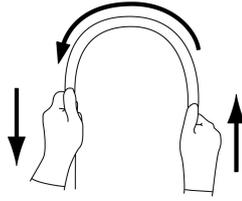

図 1
- 4.軟性部を両手で持ち、全長にわたって図1に示すように順次半円の頂点をずらすように曲げ、十分に滑らかに曲がることと適切な軟らかさを有していること。